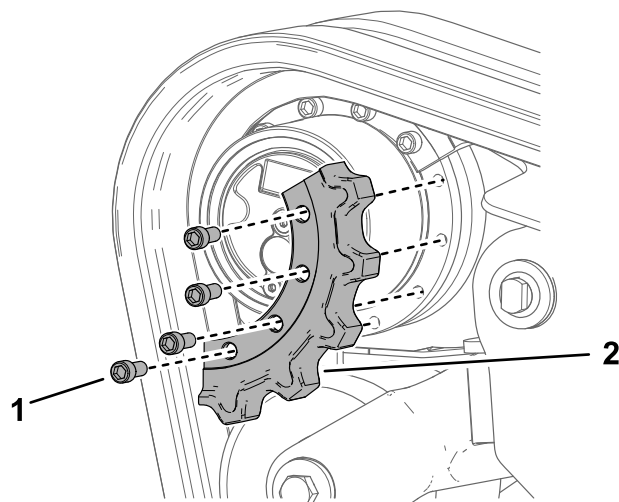

Figure 70
1. Vis (4)
12. Déposez le segment du pignon (Figure 70).
7. Appliquez du frein-filet sur les boulons du segment du pignon d'entraînement que vous avez déposé et posez le segment (Figure 70). Serrez les boulons à un couple de 247 à 301 N·m (182 à 222 pi-lb).